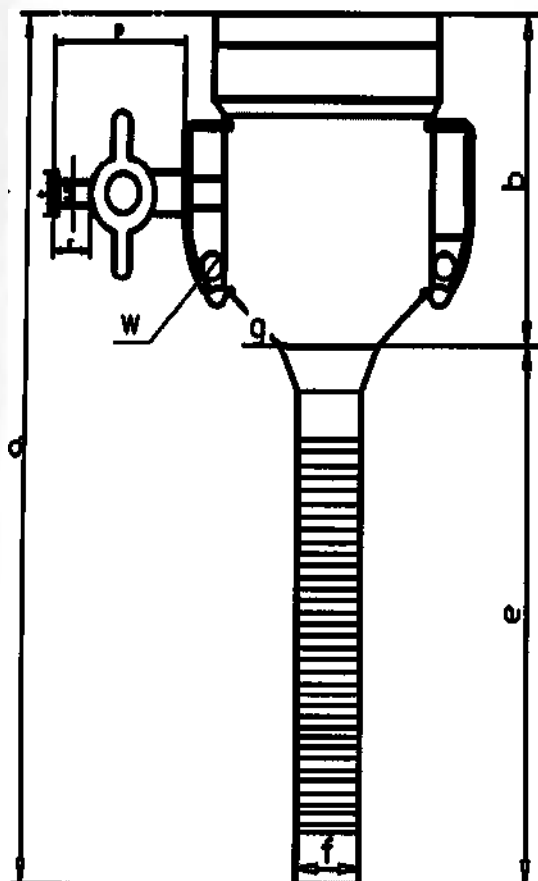

Рис.1 Канюля троакара 3 мм
2. кран инсuffляции длиной $25 \pm 0,5$ мм (рис.1(p)) с портом Луэр Лок (винтовой коннектор) (наружный диаметр $7,5 \pm 0,1$ мм (рис.1 (t)), внутренний диаметр $4,0 \pm 0,1$ мм (рис.1 (u)), длиной $6,0 \pm 0,2$ мм (рис.1 (r)). Соединение системы газоподачи или шприцов через винтовой коннектор Луэр Лок должно быть прочным. Кран инсuffляции должен открываться и закрываться плавно, без заеданий. Усилие, необходимое для поворота крана инсuffляции должно быть не более 2 Н. Для предотвращения потери газа во время процедуры подвижные и неподвижные соединения крана должны быть герметичны;
3. два отверстия для фиксации канюли, расположенные по разные стороны клапанного блока, диаметром $3 \pm 0,2$ мм каждое (рис.1 (w)).